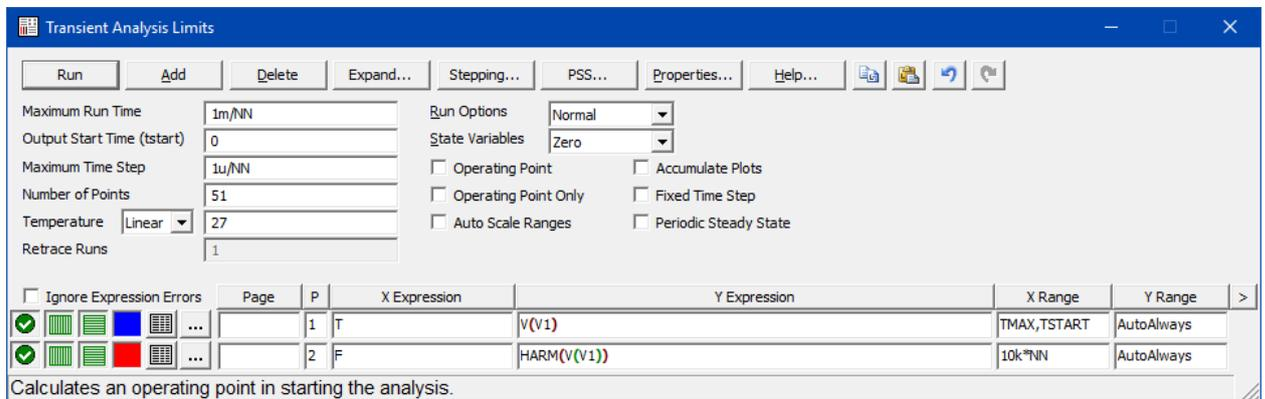

Рис. 7.6 - Параметры для исследования спектров различных периодических сигналов
- спектра исследуемого сигнала (зависимости величины гармоник  $HARM(V(V1))$  от частоты  $f$ ). Задать диапазон частот выводимых гармоник от 0 до  $(10 * NN)$  кГц (Рис. 7.6)